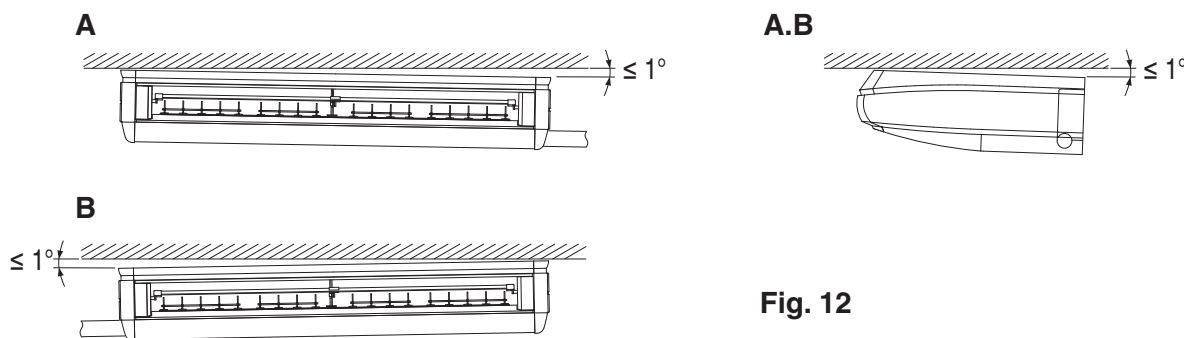

Fig. 12
- (5) Lors de la suspension de l'unité intérieure, assurez-vous d'utiliser le niveau pour avoir une meilleure évacuation et l'installer horizontalement. Si cela est possible sur le lieu d'installation, installez également de manière à ce que le côté de la tuyauterie d'évacuation soit légèrement plus bas. **(Reportez-vous à la Fig. 12).**